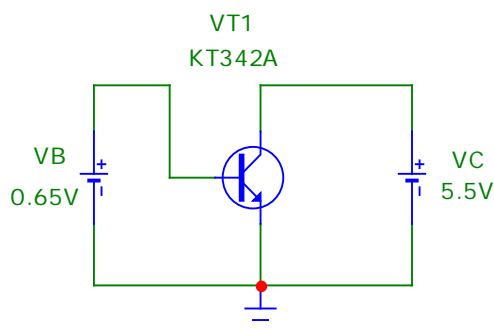

Рис. 2.1. Схема включения биполярного транзистора
В данной работе производится измерение на модели *статических характеристик и низкочастотных параметров* транзисторов, т.е. характеристик, определяемых по постоянному току, и параметров, определяемых по приращением постоянных токов и напряжений. Моделирование проводится для биполярного транзистора (БТ) типа *n-p-n*, включённого по схеме с общим эмиттером (ОЭ) (рис. 2.1). Характеристики транзисторов измеряются как при стандартной температуре $+27^{\circ}\text{C}$, что соответствует абсолютной температуре 300 К, так и в заданном интервале температур. Все измерения производятся в режиме расчёта передаточных функций по постоянному току (**Analysis>DC...**).
2. Составьте схему для измерения статических характеристик биполярного транзистора. Напряжение источника в цепи коллектора установите равным $U_{0К}$, а напряжение источника в цепи базы задайте в соответствии с рис. 2.1 (0,65 В).